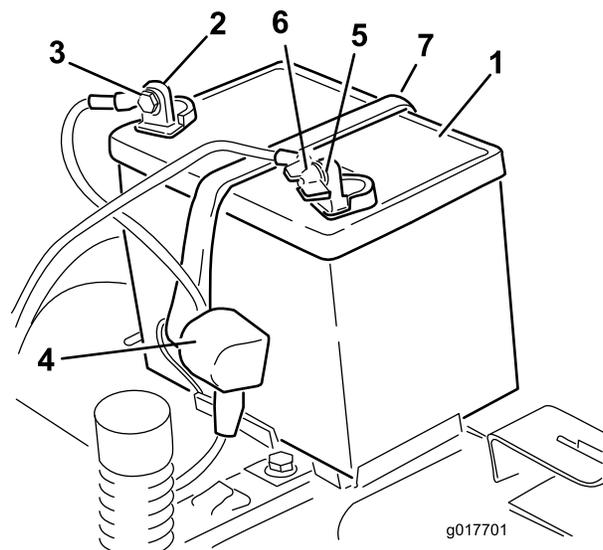

Figura 37
4. Desconecte el cable negativo de tierra (negro) del borne de la batería (Figura 37). Guarde todos los herrajes.
5. Deslice hacia arriba la cubierta de goma del cable positivo (rojo). Desconecte el cable positivo (rojo) del borne de la batería (Figura 37). Guarde todos los herrajes.
6. Retire la correa de sujeción de la batería y levante la batería para retirarla de su bandeja (Figura 37).
1. Coloque la batería en la bandeja (Figura 37).
5. Fije la batería con la correa de sujeción (Figura 37).